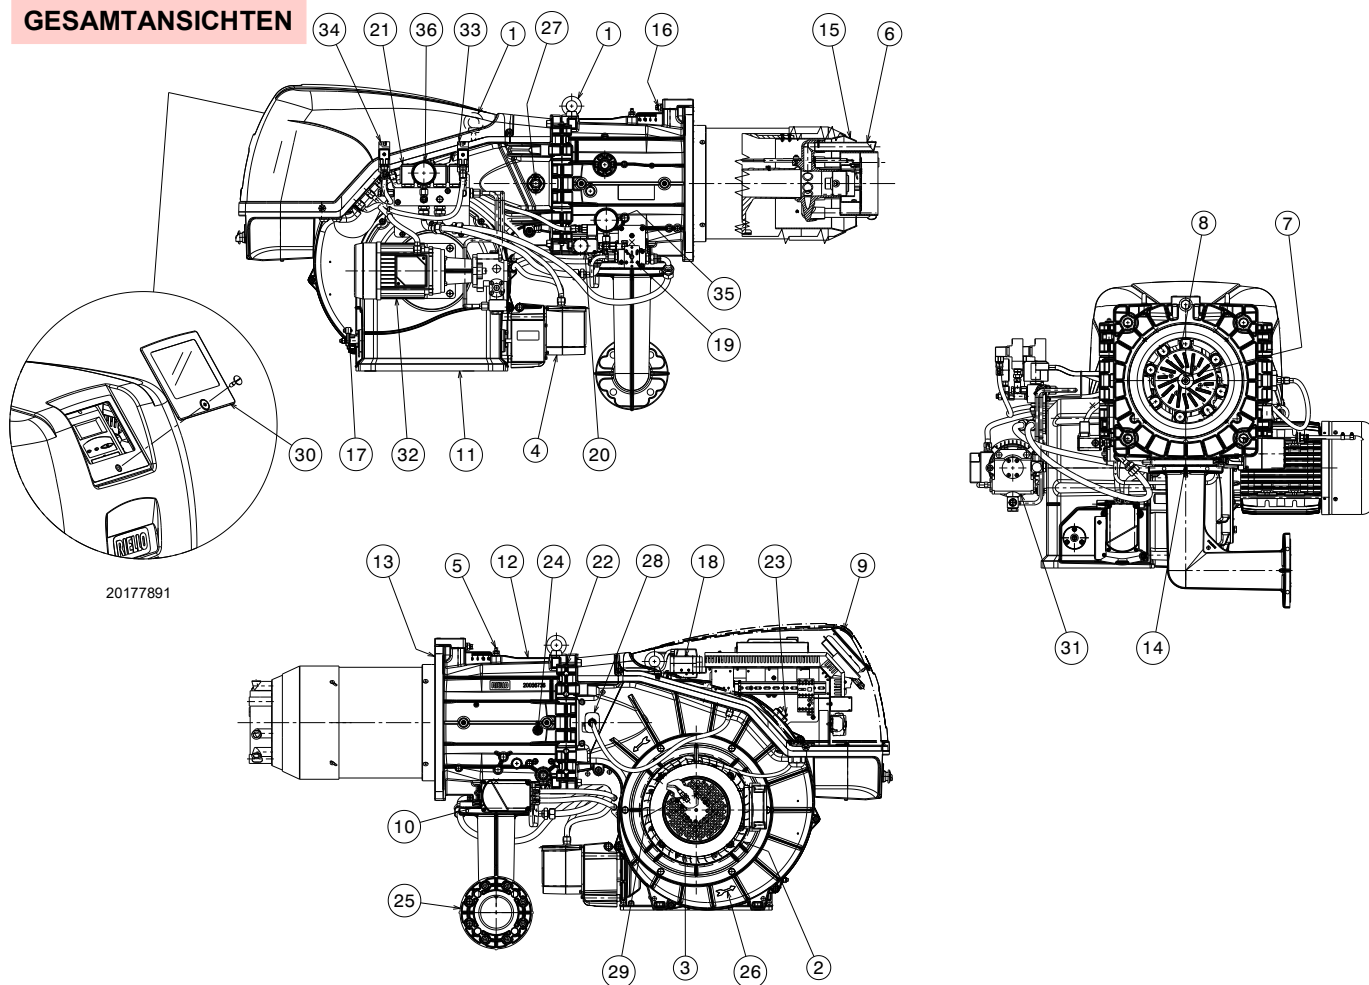

Abb. 5
- (1) Bezugsbedingungen: Raumtemperatur 20 °C - Gastemperatur 15 °C - Barometrischer Druck 1013 mbar - Höhe 0 m ü.d.M.
(2) Druck am Anschluss des Druckwächters 5)(Abb. 5 auf Seite 12) bei Druck Null in Brennkammer und bei Höchstleistung des Brenners.
(3) Schalldruck, im Verbrennungslabor des Herstellers bei laufendem Brenner am Prüfkessel, bei maximaler Leistung gemessen. Die Schalleistung wird mit der von der Norm EN 15036 vorgesehenen „Free Field“-Methode mit der Messgenauigkeit „Accuracy: Category 3“ gemessen, wie von der Norm EN ISO 3746 vorgeschrieben.